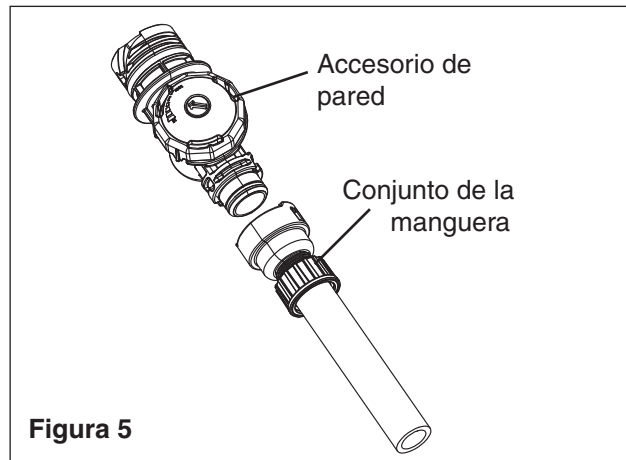

Figura 5
4. Fije el conjunto de la manguera al accesorio de pared. Véase **Figura 5**. Luego fije el accesorio de pared (con la manguera) al adaptador de pared. Véase **Figura 5**. Tome el extremo opuesta del conjunto de la manguera y camine hasta el punto más lejano de la piscina desde el adaptador de pared. **Para evitar el exceso de estiramiento de la manguera, la manguera descansar en la parte superior del agua de la piscina.** Mida la longitud de la manguera que sobra (manguera que se extiende más allá del borde de la piscina). Esto determina cuánto habrá que cortar de secciones dos y tres.